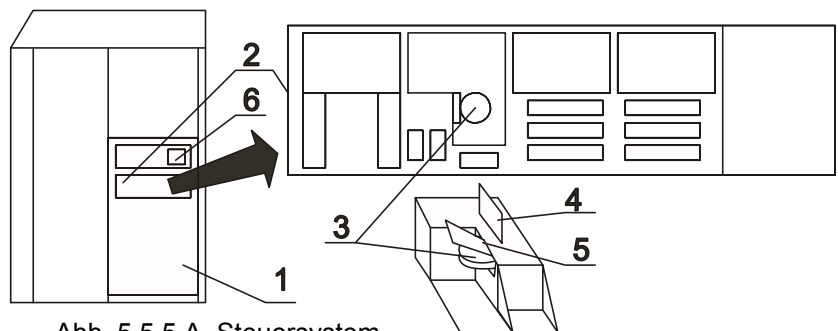

Abb. 5.5.5.A Steuersystem
Das Steuersystem, Abb. 5.5.5.A, befindet sich im rechten Maschinenständer in seinem elektrischen Schaltschrank (1). Datensicherung wird folgend durchgeführt : 1 St.Lithium-Batterie, 3 V / 950 mAh.